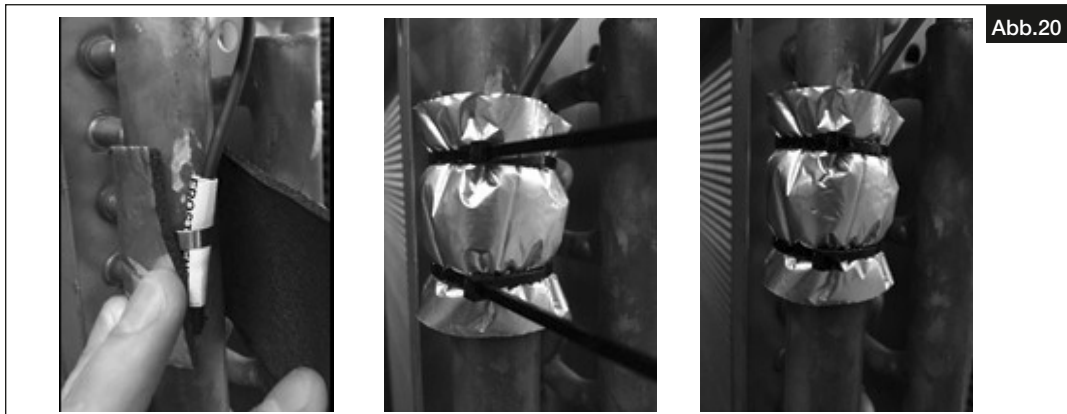

Abb.20
6. Dämmmaterial zuschneiden und prüfen, ob das Dämmmaterial den Sensor bedeckt. Das Dämmmaterial, wie abgebildet, um den Sensor am Auslassrohr befestigen (s. Abb.20). Hierfür die beiden beiliegenden Kabelbinder verwenden. Überschüssige Enden der Kabelbinder abschneiden.